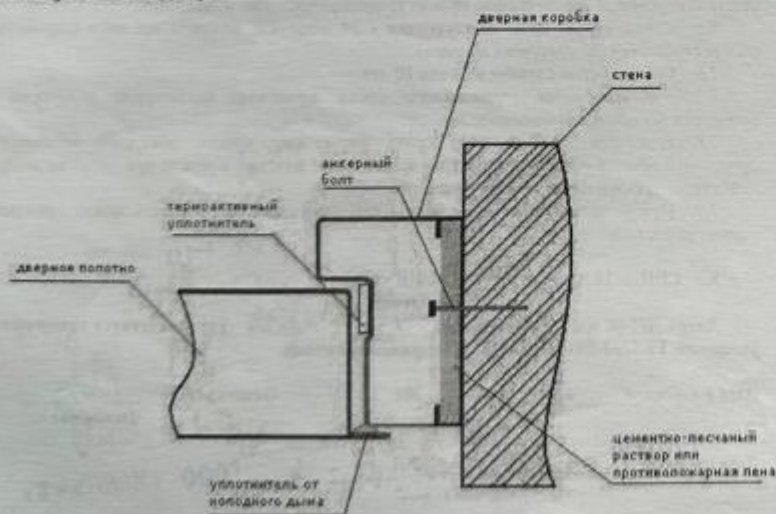

Рис. 2
5.2.6. После окончания монтажных работ монтажный зазор между рамой двери и дверным проемом, заполняется цементно-песчаным раствором или противопожарной пеной (см. рис.2), откос оштукатуривается.